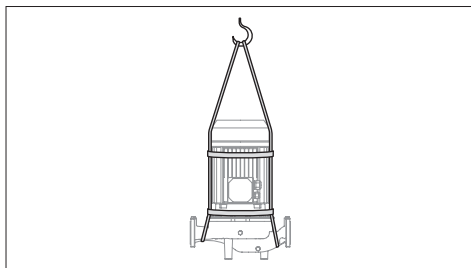

FIG. 1 Løft af 3E-pumper ved hjælp af løftetov
- Fjern boltene mellem pumpehuset og motorbeslaget, og fjern motoren aksialt. Brug et egnet hejseværk ved løft/flytning af pumpen. (FIG. 1)